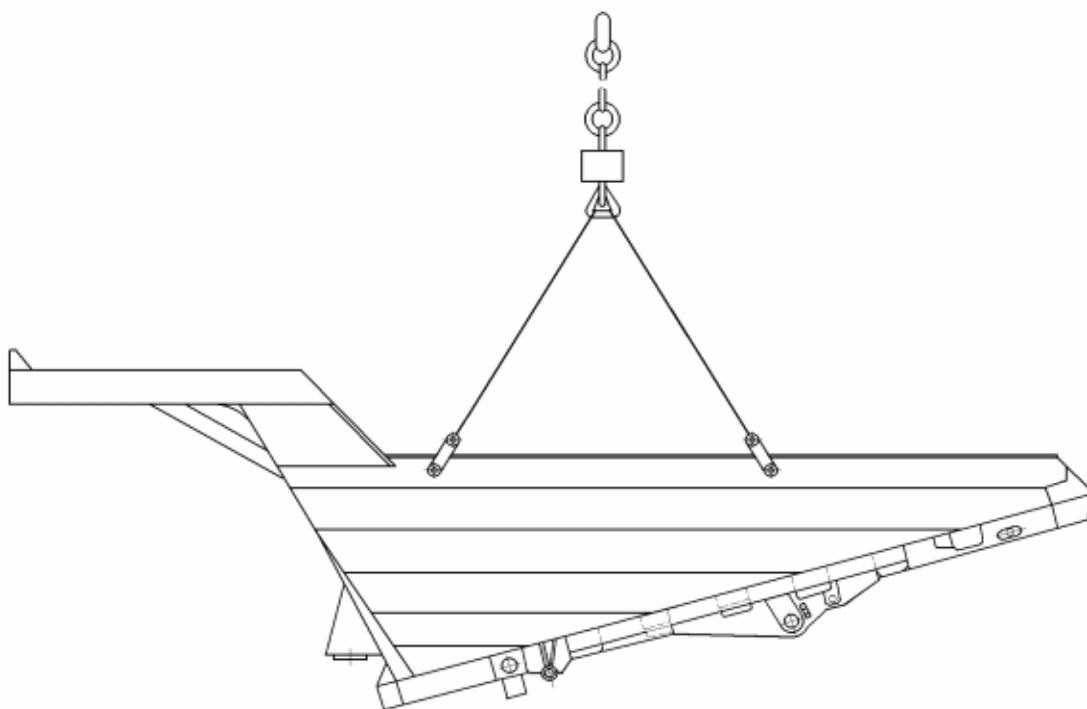

Рисунок 13.15 – Схема снятия и установки платформы
– снять платформу. Для снятия и установки платформы используются специальное чалочное приспособление (рисунок 13.15) и две дополнительные растяжки для маневрирования при транспортировке и установке платформы.